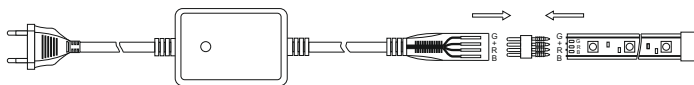

Рисунок 5
- вставить коннектор RGB, идущий в комплекте с драйвером, в RGB ленту. Коннектор имеет разную форму выводов: заострённые выводы подключить к ленте, а скруглённые выводы – к разъёму драйвера (рисунок 5);
- вставить коннектор с лентой RGB в разъем драйвера LED ИПСН RGB 220 В в соответствии с полярностью (3.2.6). Контакты в разъёме драйвера расположены несимметрично (рисунок 5). При монтаже разъём драйвера расположить так, чтобы контакты располагались в нижней части разъёма;